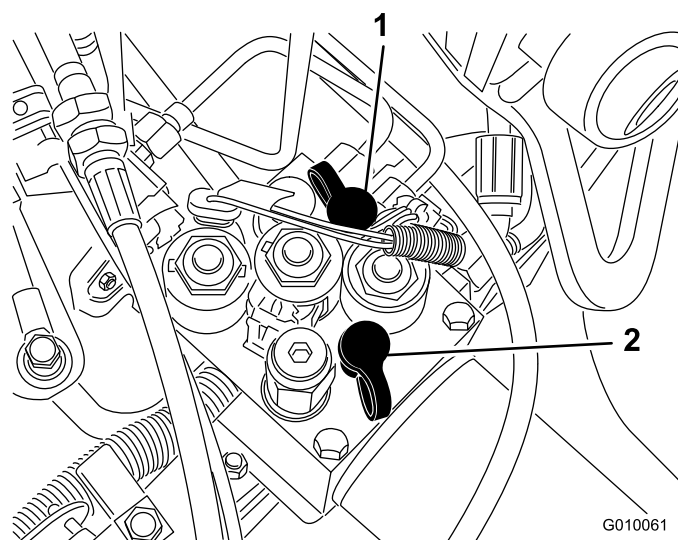

図 61
- ・ テスト・ポートG1（図 61）は昇降回路の故障探究用ポートです。
- ・ テスト・ポートG2（図 61）は走行チャージ回路の故障探究用ポートです。